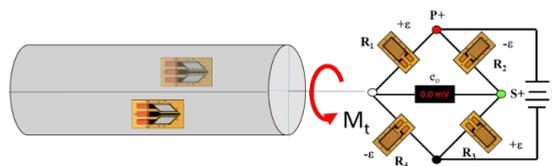

Figura 16.
- Per una questione di praticità invece di usare 4 estensimetri semplici si preferisce usare due rosette a due griglie dette comunemente a spina di pesce ognuna delle quali è un mezzo ponte di Wheatstone come in *figura 16*: